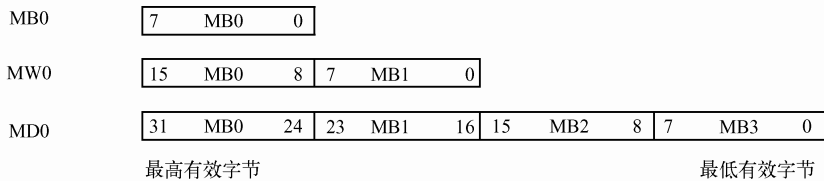

图 4-11 字节、字和双字的起始地址
【解】 根据图 4-11, MB0=0; MB1=0; MB2=0; MB3=16#1F; M0.0=0; M3.0=1。这点不同于三菱 PLC, 读者要注意区分。如不理解此知识点, 在编写通信程序时, 如 DCS 与 S7-1500 交换数据时, 容易出错。
▶【关键点】 在 MD0 中, 由 MB0、MB1、MB2 和 MB3 四个字节组成, MB0 是高字节, 而 MB3 是低字节, 字节、字和双字的起始地址如图 4-11 所示。